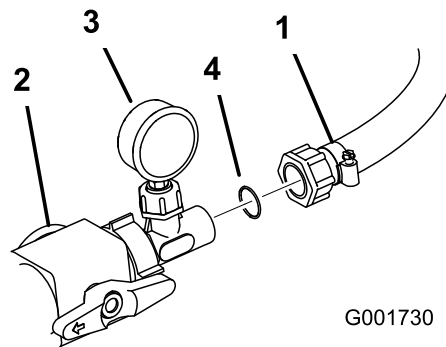

Figura 15
15. Installate un O-ring di plastica tra il gruppo dell'indicatore della pressione e il flessibile che porta al gruppo dell'avvolgitubo. Collegate il flessibile al gruppo (Figura 15). Serrate il dado di plastica al flessibile per fissarlo al gruppo dell'indicatore della pressione.